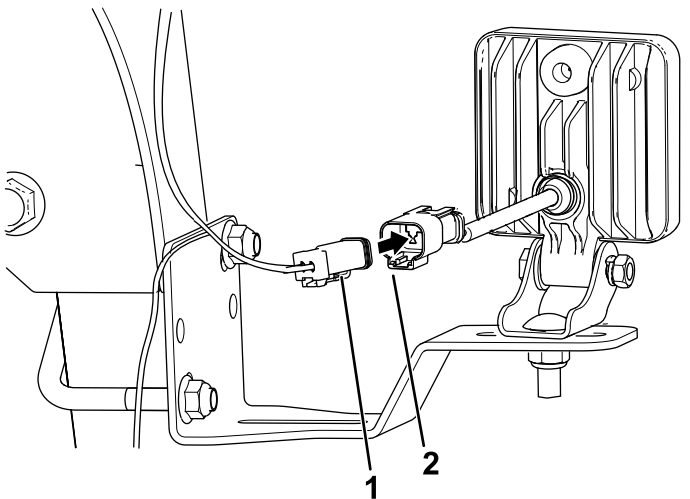

图 19
1. 在灯具开关的 LED 灯上将线束的 2 插槽接头连接到 LED 灯的 2 针接头上 图 19。
2. 在机器的另一侧将线束的 2 插槽接头连接到 LED 灯的 2 针接头上 图 19。